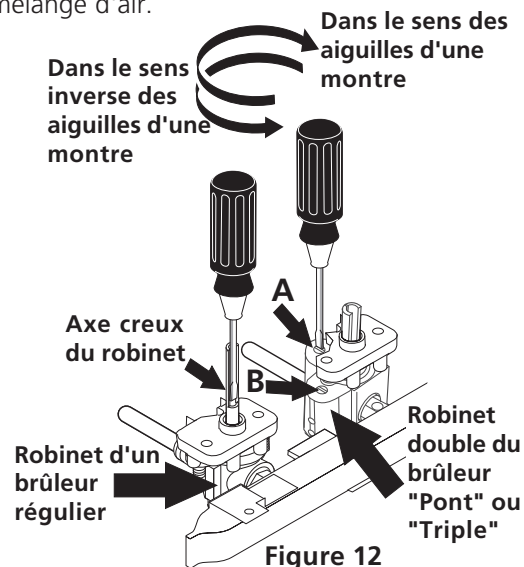

Figure 12
4. Réglage de la position "LOW" des robinets des brûleurs de surface réguliers (Figure 12)
5. Réglage de la position "LOW" du robinet double des brûleurs "Pont" ou "Triple" (certains modèles) (Figure 12)